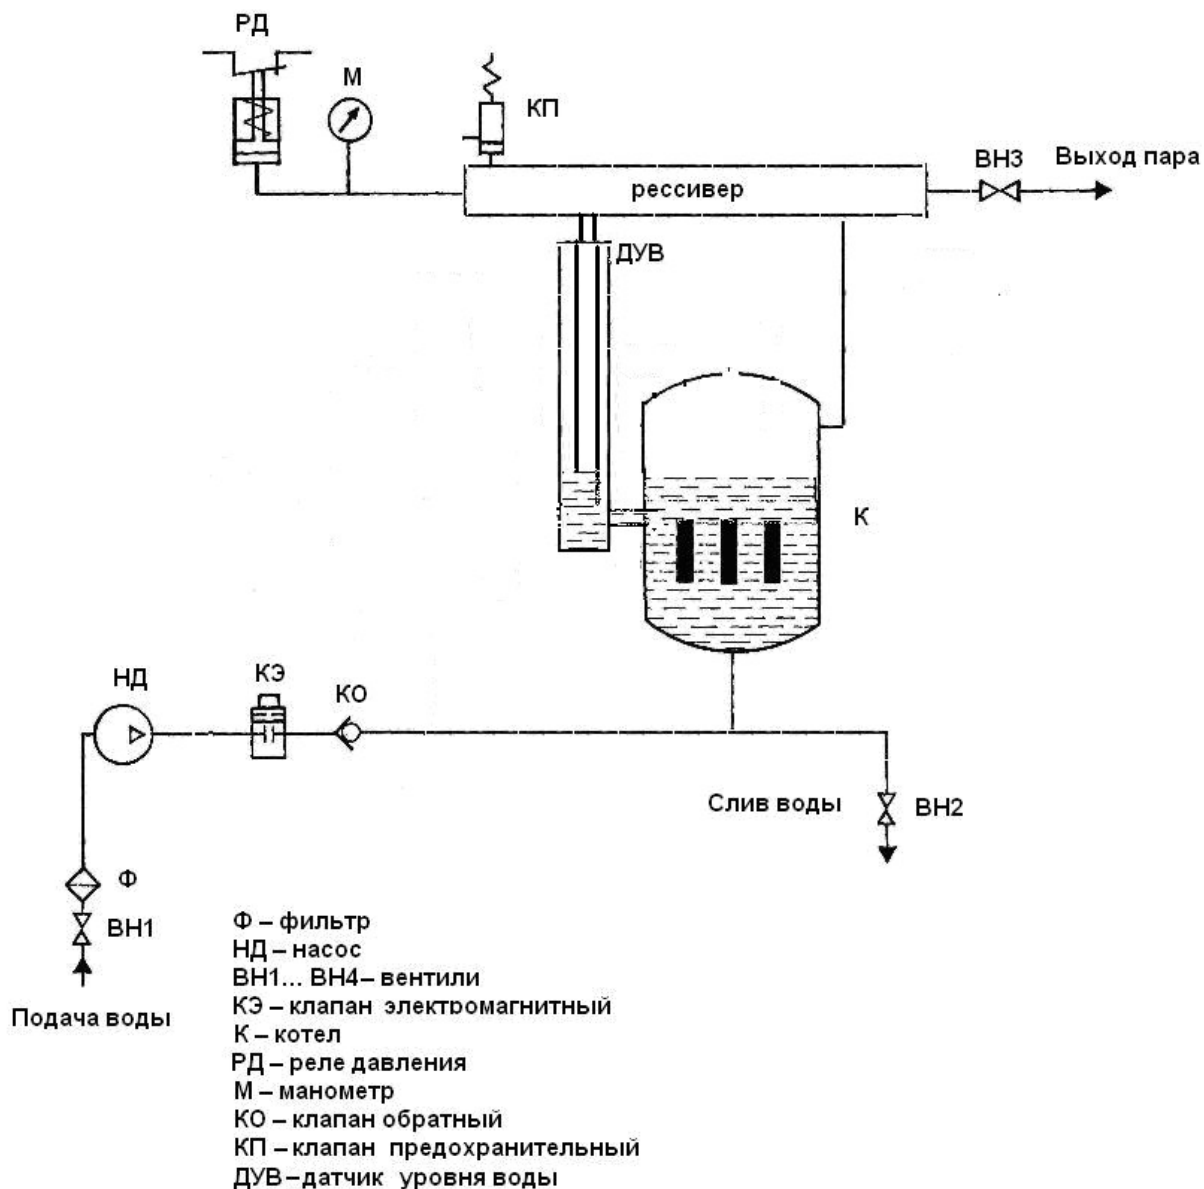

Рисунок 3: Схема паровая.
2.3.1. Вода из магистрали через вентиль ВН1, фильтр Ф электронасосом НД (см. рис. 3) подается в котел К через электроуправляемый КЭ и обратный КО клапаны. Фильтр Ф предназначен для очистки воды от механических примесей. После того, как уровень воды достигает электродов, начинается прохождение тока через воду. Вода нагревается и испаряется. Повышение уровня воды вызывает увеличение тока, проходящего через нее. При достижении водой датчика уровня ДУВ отключается электромагнитный клапан КЭ и электронасос НД. Наполнение котла водой прекращается. При испарении воды и падении ее уровня в котле электрической схемой по выдержке времени включается электромагнитный клапан КЭ и электронасос НД. Котел вновь наполняется водой до датчика уровня. Пар из котла отводится через вентиль ВН3. Давление пара в котле регулируется с помощью реле давления РД. При достижении давления пара  $5,5 \text{ кг/см}^2$  подача напряжения на электроды котла отключается, нагрев прекращается. При снижении давления пара до величины  $3,5 \text{ кг/см}^2$ , реле давления РД возобновляет подачу напряжения на электроды котла. Давление пара в котле показывает манометр М.